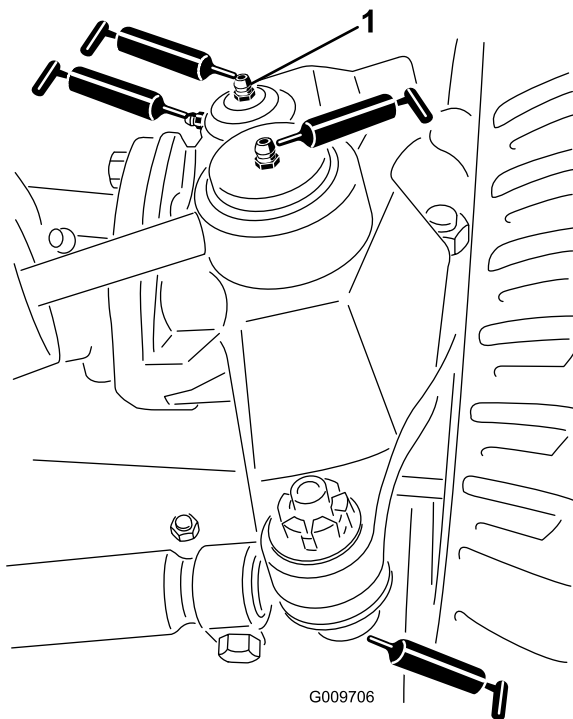

Figura 49
- Rótulas do cilindro de direção (2) (Figura 49)
- Rótulas esféricas da barra de ligação (2) (Figura 49)
- Buchas do pino principal (2) (Figura 49). **O bocal superior do pino principal apenas deverá ser lubrificado uma vez por ano (2 bombas).**